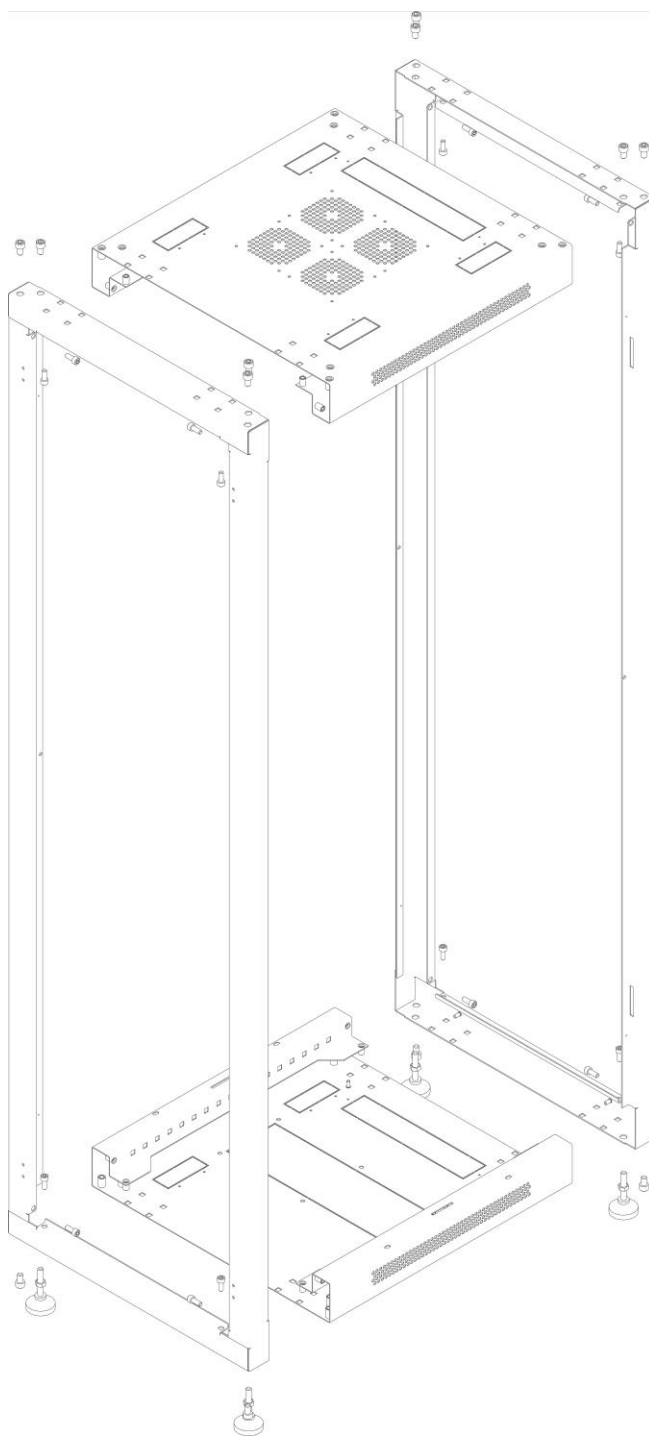

Рисунок 1 – установка основания и крышки.
7.1.1 Извлечь из упаковки составные части и комплект монтажных частей (3). Установить крышу (1.3) и основание (1.4) на рамы (1.1) используя крепеж и ножки из комплекта монтажных частей (3). (рисунок 1). Номера позиций см. в таблице 1.